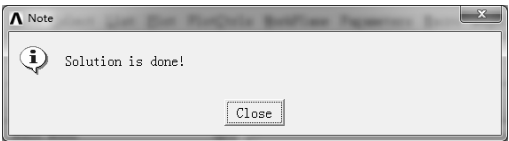

图 7-255 “Note” 对话框
2) 单击“OK”按钮，程序开始求解（ANSYS 会花一定时间一个载荷步一个载荷求解），求解完成后弹出“Note”对话框，如图 7-255 所示。单击“Close”按钮关闭。